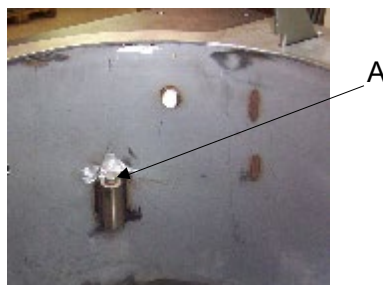

Fig. 3
**222 Șuruburi lame****Fig. 3**